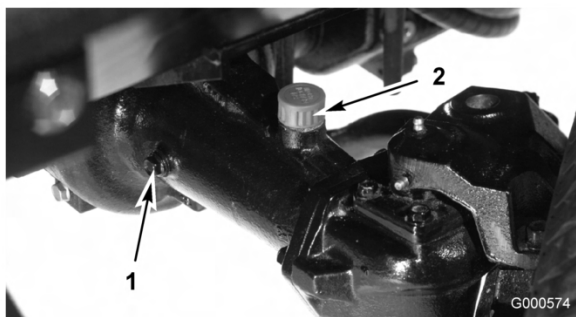

図 47
- アクスルの一方の端部から点検用プラグ (図 47) を抜き、穴の高さまで潤滑油があることを確認する。量が不足の場合は、給油プラグ (図 47) をはずして補給する。